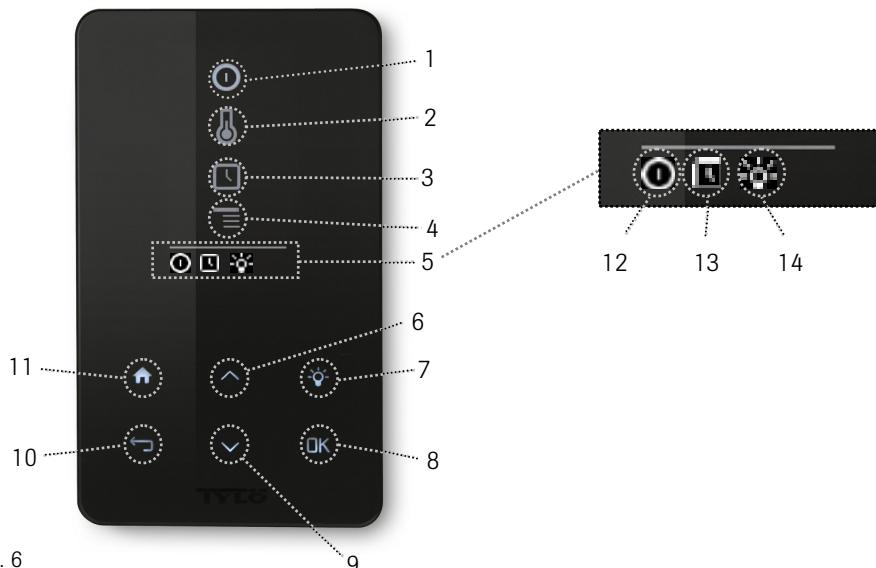

Abb. 6
Es besteht die Möglichkeit zum Anschluss eines externen Schalters an h1 über Klemme 19 und 20 auf der Leiterplatte (auch 21, wenn ein Anzeigesignal gewünscht wird). Siehe Abb. 6.
- 11 Home – Zurück zum Grundmenü (Abb. 6)